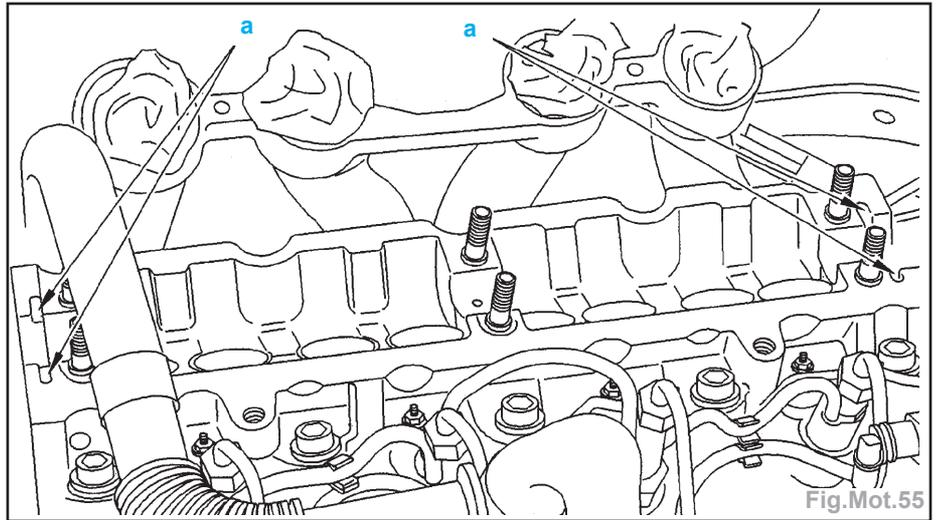

Fig.Mot.55
- Déposer une fine couche de produit d'étanchéité E7 en «a» (Fig.Mot.55).